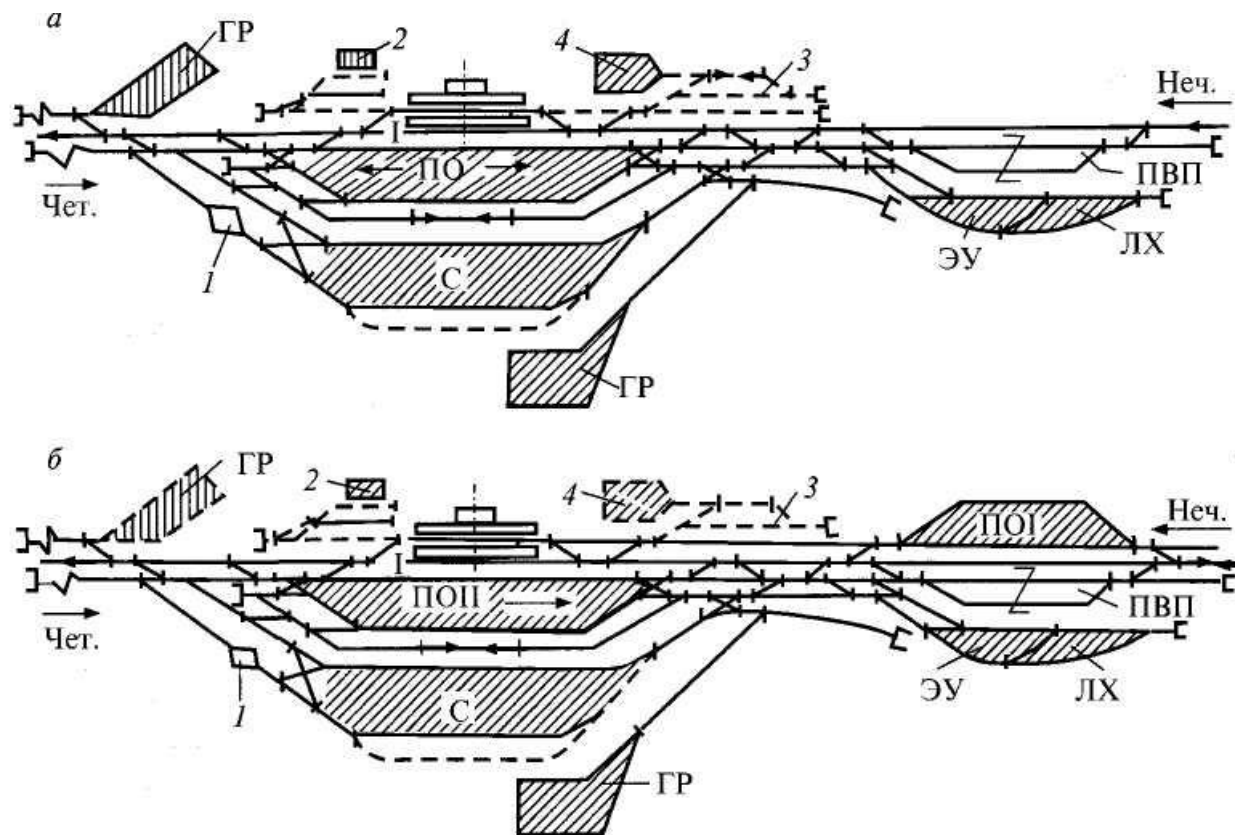

Рис. 4.4. Схемы участковой станции однопутной линии:
(условные обозначения см. рис. 4.4)
*a* — продольного типа; *б* — полупродольного типа (условные обозначения см. рис. 4.4)